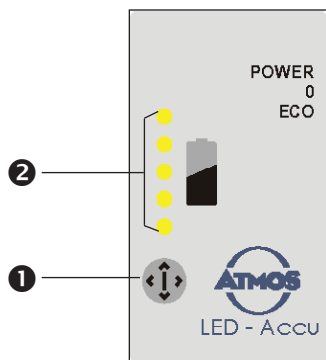

Fig. 5.
- Una vez pulsado el botón del estado de carga (1, Fig. 5). La batería muestra este estado aproximadamente unos tres segundos (2, Fig. 5, LED verde para niveles 1...5).
- Durante el proceso de carga, la capacidad de la batería está indicada en la misma batería (2, Fig. 5, LED verde para niveles 1 ...5). La batería está completamente cargada cuando los 5 LED están encendidos.